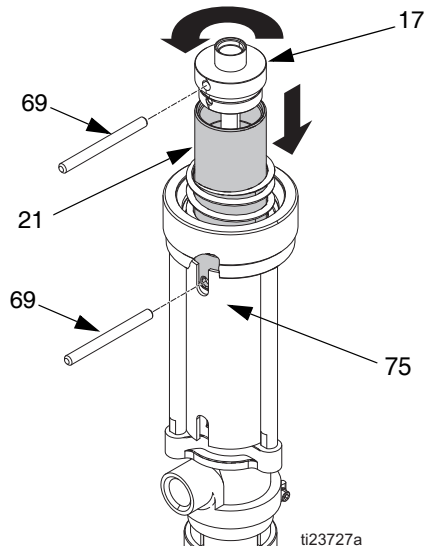

ABB. 13
- Schlitz der Abdeckung (75) mit dem Kolbenloch ausrichten und Stift (69) in das Kolbenloch einschieben, um den Kolben am Verdrehen zu hindern. Zweiten Stift (69) zum Abschrauben der Kolbenkappe (17) und Trennen des Kolbens (21) verwenden, um Passstift (19) freizulegen. Siehe ABB. 13.